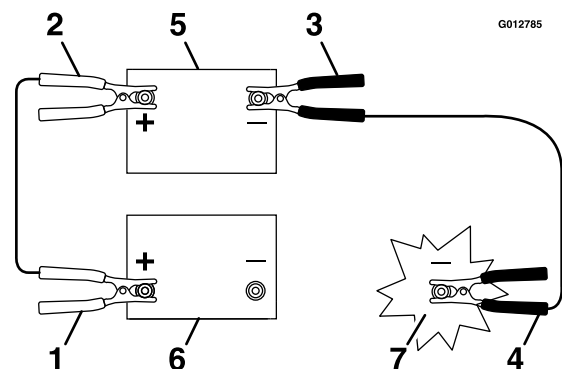

Figure 65
5. Connectez le câble positif (+) à la borne positive (+) de la batterie à plat qui est reliée au démarreur ou au solénoïde, comme montré à la Figure 65.